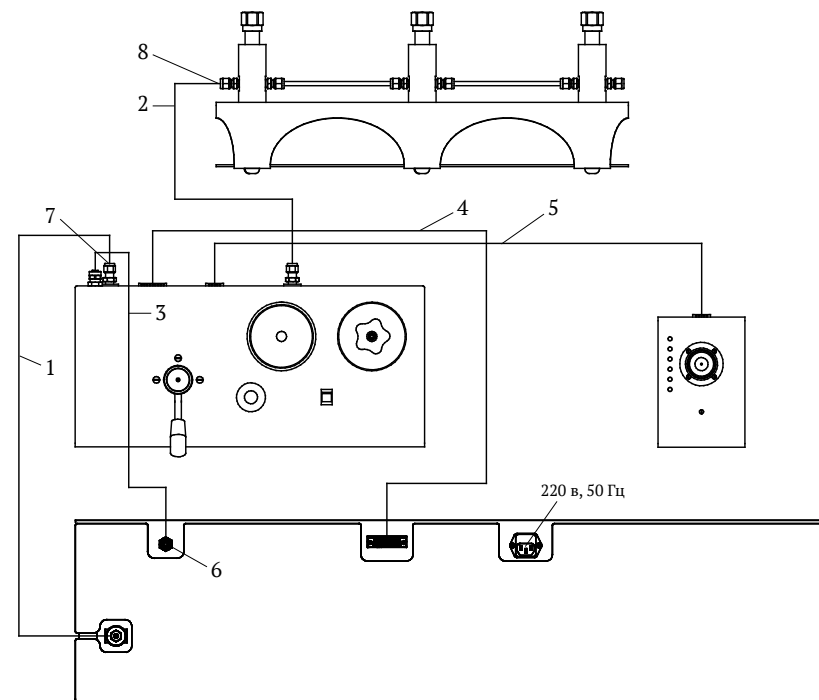

Рис. 7. Схема соединения блоков ГСКА:
6.2 Установите систему на рабочем месте и соедините согласно *Рис. 7*.
6.3 Снимите вентиль сброса давления и крышку стакана на блоке управления, залейте рабочую жидкость в стакан. Отсоедините *пластиковую трубку 3* (*Рис. 7*) от силового блока в *соединении 6*, заглушив ее пальцем. По-немного стравливая воздух пальцем заполните трубку рабочей жидкостью, что-бы осталось незаполненным 10...15 см труб-
- разъедините полностью *соединение 8* (*Рис. 7*), подставьте под конец трубки низкую емкость и прокачайте систему в режиме предварительного создания давления до прекращения поступления из трубки загрязненной рабочей жидкости, контролируя при этом уровень жидкости в бачке.